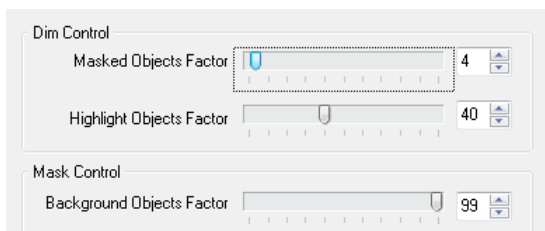

图 10-10 Mask Level 对话框
3) Mask Level 按钮：单击该按钮打开 Mask Level 对话框，如图 10-10 所示，其中可以调节对象高亮、遮蔽、淡化显示的程度。在执行某些编辑操作，如交互式布线、查看或者筛选特定元件或网络时，会将目标对象高亮显示，而将其他对象遮蔽或者淡化显示，以突出目标对象。被遮蔽的对象使用灰度显示，而被淡化的对象使用暗淡的彩色显示。
① Masked Objects Factor：滑动块左移，淡化程度加深；右移，淡化程度减弱。
② Highlight Objects Factor：滑动块左移，高亮程度减弱；右移，高亮程度增强。
③ Background Objects Factor: 滑动块左移, 背景对象遮蔽程度加深; 右移, 遮蔽程度减弱。